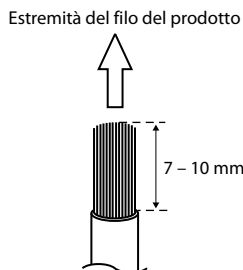

Fig. 7
2. Rimuovete l'isolamento dalle estremità del filo di circa 7 – 10 mm. (Fig. 7)